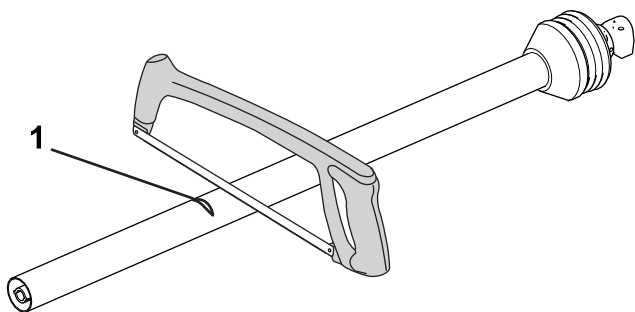

Figure 13
8. Ébavurez les extrémités des sections (Figure 13).